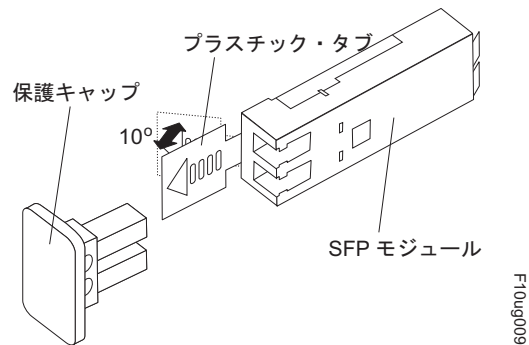

図 21. SFP モジュール・ラッチのアンロック - プラスチック・タブの場合
- プラスチック・タブが入っている SFP モジュールの場合は、59 ページの図 21 に示すように、プラスチック・タブを外側に 10° 引いて SFP モジュールのラッチをアンロックします。